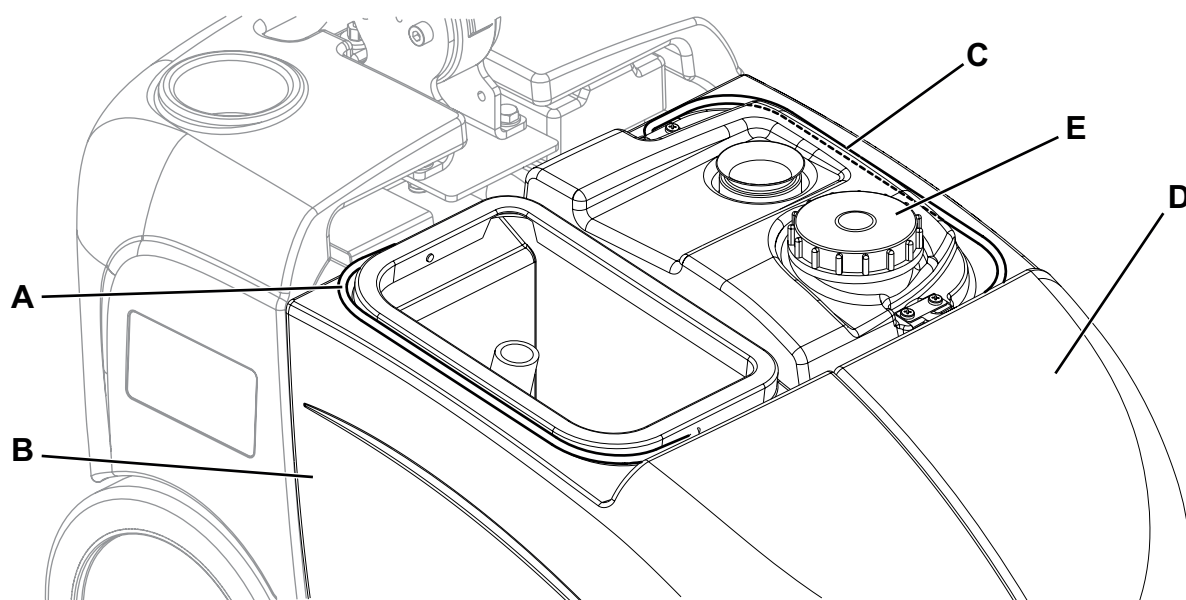

Figure 4
1. Contrôler que la manette (31) du sélecteur de fonctions soit en position « 0 ».
3. Enlever le couvercle transparent (24).
4. Saisir le guidon (A, Fig. 4) et soulever le réservoir de récupération (B).
8. Saisir le guidon (C, Fig. 4) et soulever le réservoir de solution (D).
9. Ouvrir le bouchon (E) et vider le réservoir de solution. Le travail effectué, rincer le réservoir à l'eau propre.